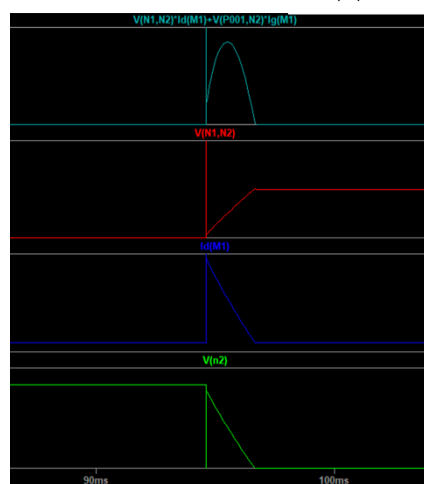

図 2-2
- 図 2-2 は Spice シミュレーションによる電圧、電流と M1 の全損失量を示しており、最下段は出力電圧を示し、2 段目は M1 に流れる電流、3 段目は接点間電圧で最上段は M1 の消費電力となっている。このように M1 の全損失は電流と電圧の積であり積分時間が長くなると増加するため適度な積分時間とする必要がある